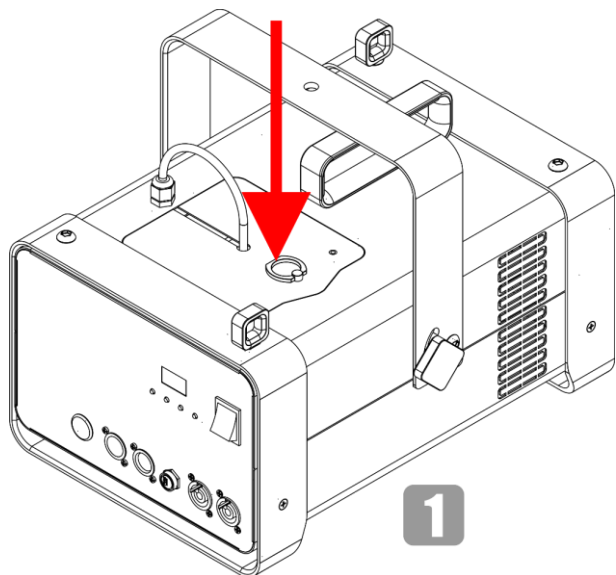

Fig. 21
- 01) Sollevare il piccolo anello sulla parte superiore del dispositivo per aprire il coperchio di servizio, come illustrato nella Fig. 21.